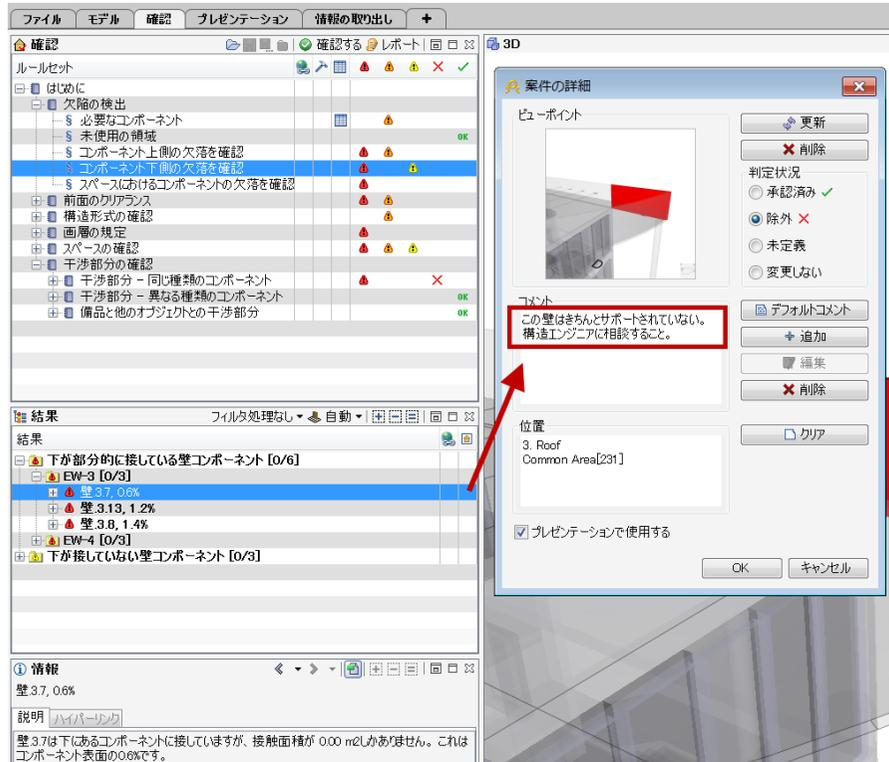

図 4 7 案件の詳細ウィンドウ
- 13) コメント欄に「この壁はきちんとサポートされていない。構造エンジニアに相談すること」と入力します。(図 4 7 を参照)